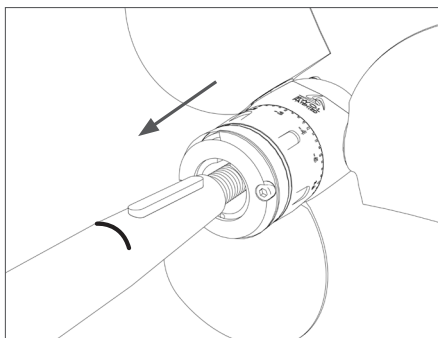

FIG. 13 | Insérer l'hélice sur l'arbre avec la clavette
- Introduire le groupe complet de l'hélice sur l'arbre d'hélice (**Fig. 13**) et le maintenir dans cette position avant de le fixer.